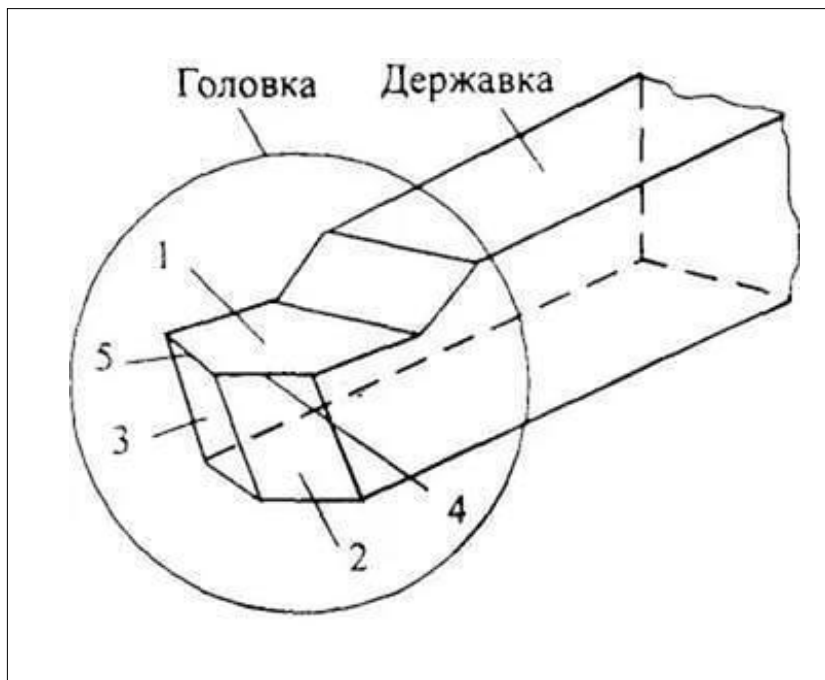

Рисунок 3.
4. Рассмотрите рисунок3, укажите название каждого элемента режущей части инструмента;